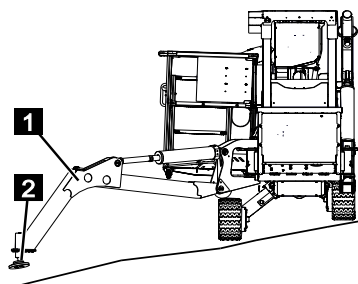

Fig. 105
2. Pour sécuriser, mettre les appuis (Fig.105/1) en aval en variante d'appui large ou étroite (☞ Chapitre 7.11 „Régler et commander les appuis pour la sécurisation”, page 111) et les abaisser.
3. Veiller à ce que les disques d'appui (Fig.105/2) ne touchent pas le sol si possible.
- Respecter la différence de hauteur maximale des bords à franchir (hauteur maxi. des bords $X = 100$ mm (Fig.105/X).